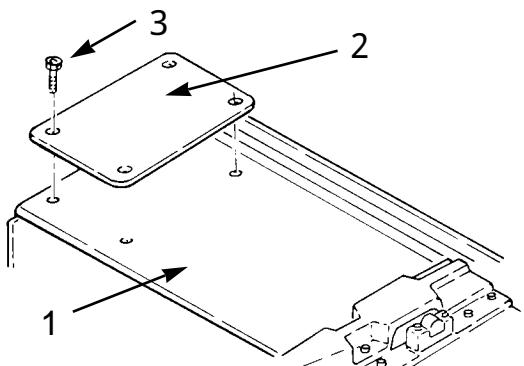

図2
3. No.2とNo.3のユニットのカバー・キャップスクリュ（各ユニットで4本：駆動ハウジングの外側端部にある）を外して捨てる。左前ユニット（No.2）と右前ユニット（No.3）にチッパー・プレートを取り付ける（チッパー・プレートに付属している平頭ソケットネジとロックナットを使用；図2）。
5. No.4とNo.5ユニットの外側端部についているカバー・キャップスクリュ（各4本）を外して捨てる。No.4とNo.5ユニットでは、昇降アームへの取り付けが終わってからチッパーアーム（図2）を取り付ける。